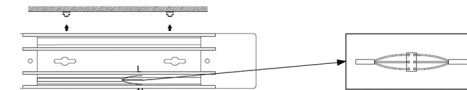

Рис. 1
1. Подключите кабель к винтовым зажимам клеммной колодки питающей электросети согласно цветовой маркировке проводников (рис. 1):